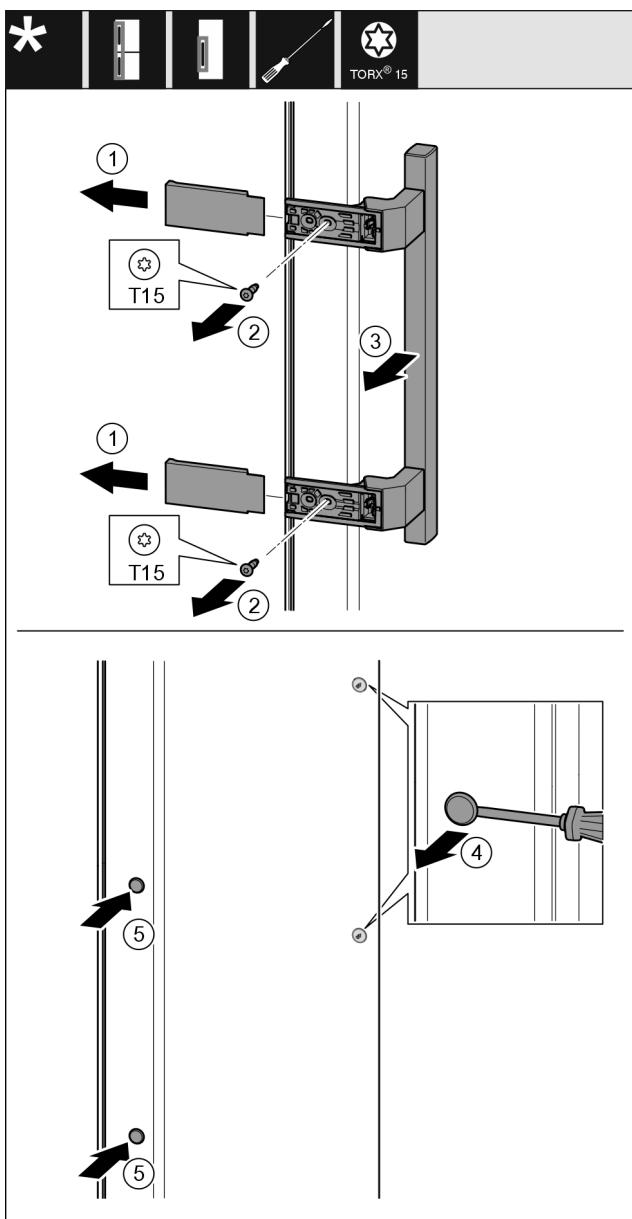

Fig. 21
- Снимите крышку Fig. 21 (1).
- Выкрутите винты Fig. 21 (2) отверткой.
- Снимите ручку Fig. 21 (3).
- Осторожно приподнимите шлицевой отверткой боковую заглушку Fig. 21 (4) и извлеките ее.
- Снова установите заглушку Fig. 21 (5) с другой стороны.